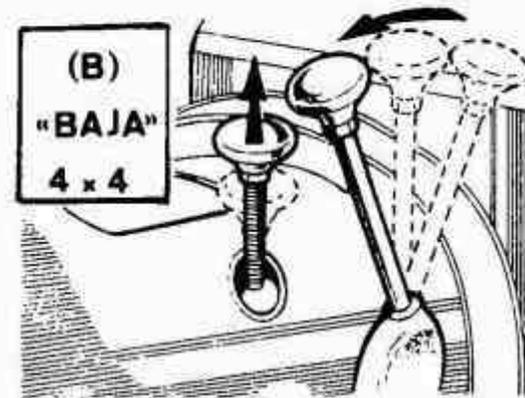

Fig. 61. Palanca en posición «Bajas».
1. El paso de «ALTA» a «BAJA» (Fig. 61), debe ser realizado con el vehículo parado. Coloque la palanca de cambio en «punto muerto» o pise el pedal de embrague y desplace la palanca (1) a la posición indicada (trasera).
3. El paso de tracción normal (trasera) a doble tracción (tracción total) (Fig. 63), puede ser realizado en cualquier momento con independencia de la velocidad a que circule el vehículo. Para ello presione sobre la palanca (2). Para pasar nuevamente a tracción normal (trasera), seleccione la relación «BAJA» (Fig. 61) y luego la «ALTA» (Fig. 60), con lo cual quedará automáticamente seleccionada la tracción normal; situación que podrá comprobar al ver como la palanca amarilla se desplaza hacia arriba por sí sola.